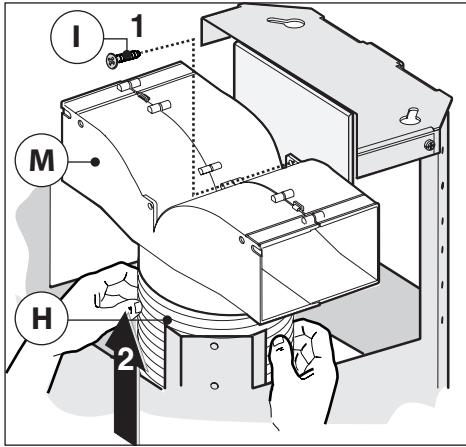
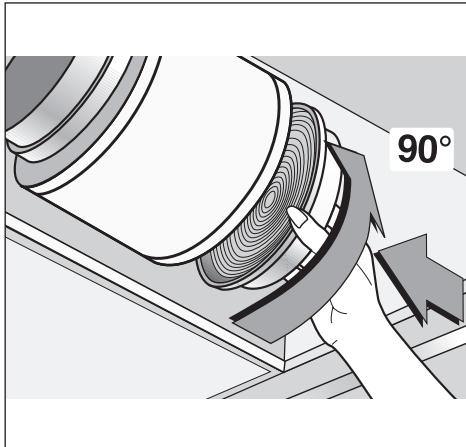

Fig.11
Fig.16
- Просоединить гибкую трубу **H** к отражателю **M** и закрепить болтом **I**, как показано на (Рис.11). Фильтры должны располагаться по центру на вытяжной установке внутри вытяжки. Необходимо повернуть их на 90 градусов до остановочного щелчка (Рис. 16).